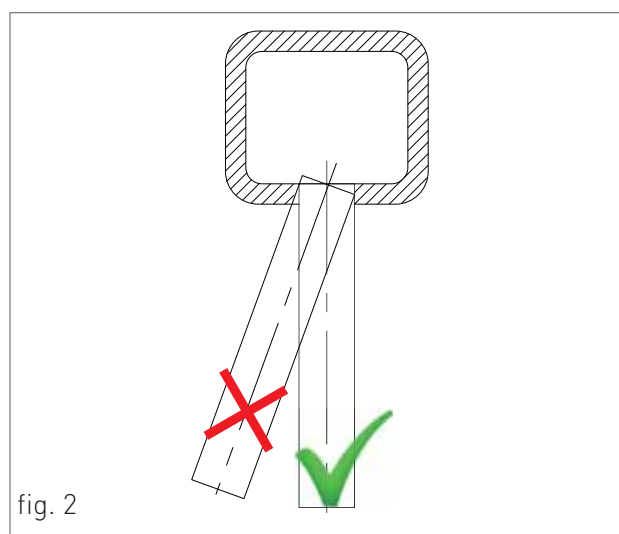

fig. 2
- > Il condotto di scarico deve essere perpendicolare con la parete interna opposta del camino o della canna fumaria (fig. 2).